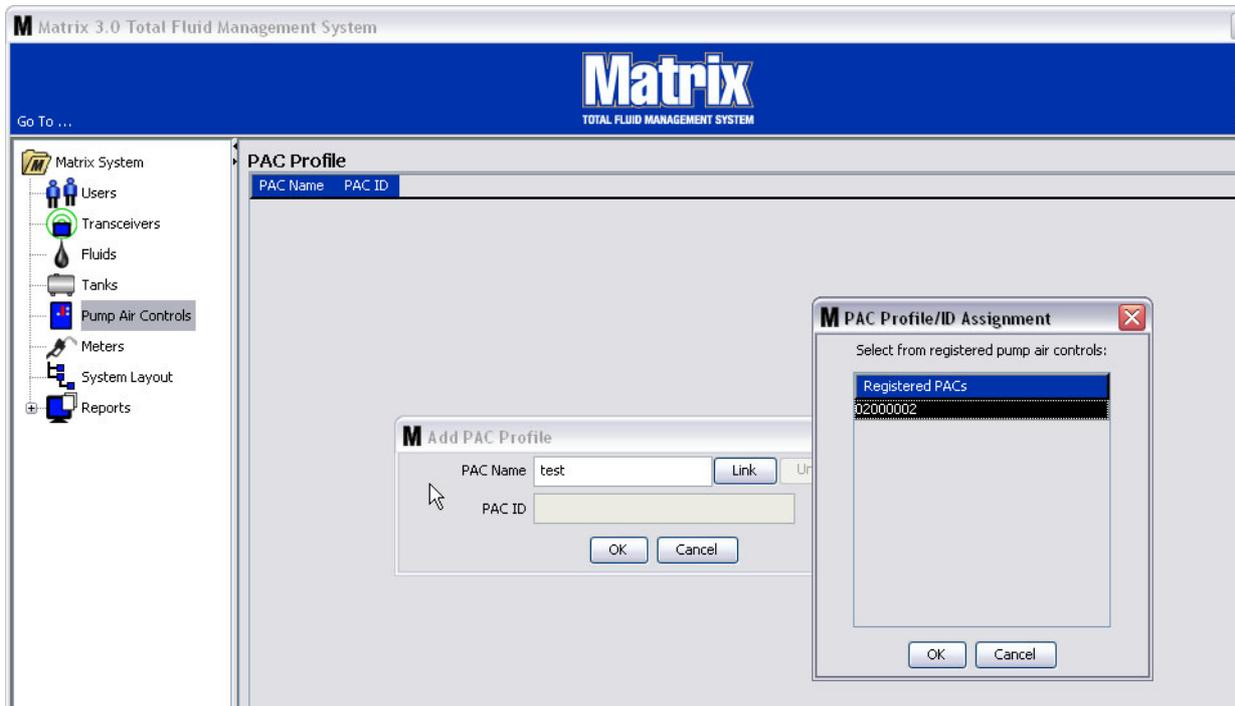

FIG. 81
4. Dopo aver nominato il PAC, fare clic sul pulsante Link (Collega). È visualizzata la schermata Profile/ID Assignment (Assegnazione profilo/ID) mostrata nella FIG. 81. Dall'elenco dei controlli d'aria della pompa registrati, selezionare un PAC dall'elenco. Fare clic su OK per chiudere la schermata e salvare le modifiche. Una descrizione completa della procedura della registrazione PAC è fornita nel manuale di istruzioni del controllo dell'aria della pompa. Le istruzioni sono inoltre fornite nella sezione "Come registrare un controllo dell'aria della pompa" nell'Appendice A di questo manuale a pagina 107.